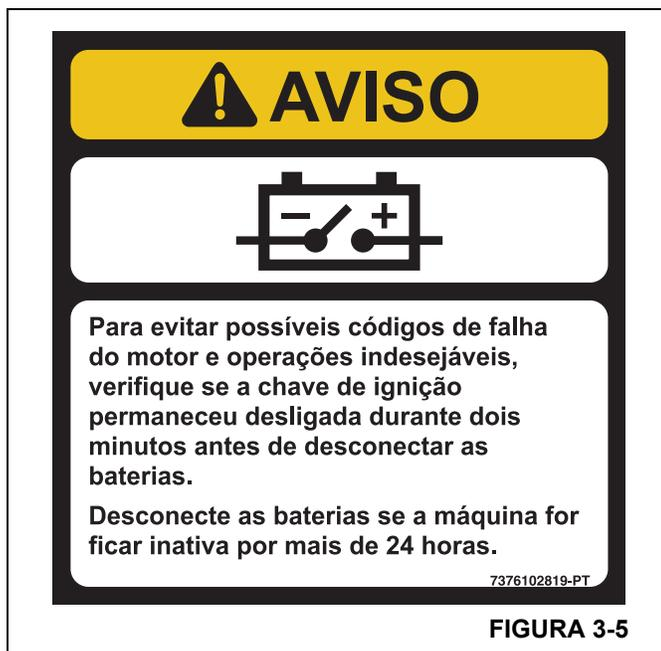

FIGURA 3-5
3. Conecte os cabos aos terminais das baterias, começando com os terminais negativos (Figura 3-5)